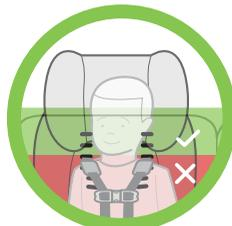

Figure 19
**Orientation vers l'avant :** Choisissez les fentes des sangles du harnais au même niveau ou juste au-dessus – et le plus près possible – des épaules de l'enfant, tel qu'illustré dans la **Figure 19**.